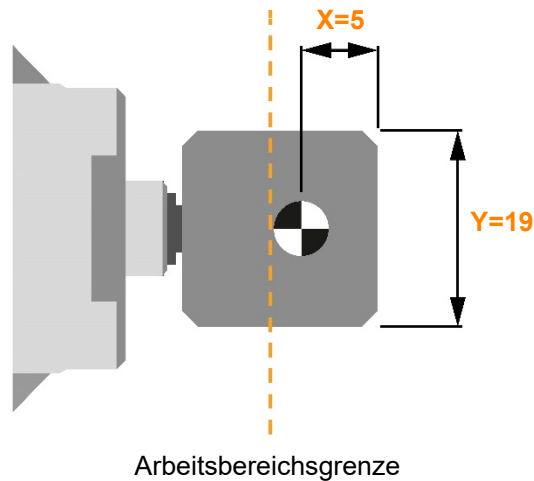

Abbildung 3.3 Einstellung einer quadratischen Tastplatte
- Xx = Abstand zwischen der Startposition und der zugänglichen Antastfläche des Tastereinsatzes in der Schaftachse (St) (siehe Abbildung 3.3).
- Yy = Tastereinsatzbreite in der Radialachse (Ra) (siehe Abbildung 3.3).
Positionieren Sie das Kalibrierwerkzeug 10 mm über der Oberseite des Tastereinsatzes, siehe Abbildung 3.3.